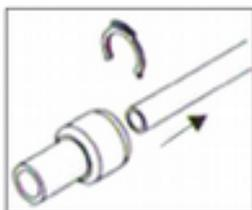

Рис. 3
3. Вынуть шланг (рис.3).
5. На резьбу фитинга намотать несколько слоёв тефлоновой ленты. Ленту следует наматывать в противоположном направлении резьбы (рис.3).